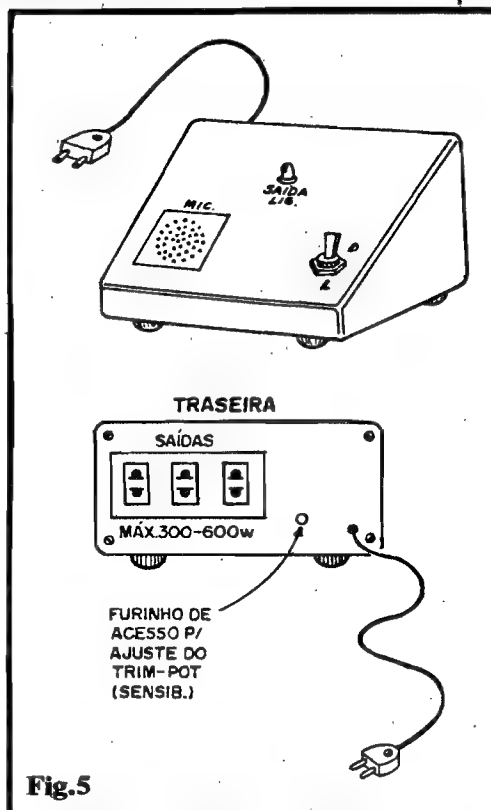

Fig.5
- **FIG. 5 - ACABAMENTO DA MAU** - Embora não obviamente obrigatório, o "jeitão" que sugerimos na figura, para o encaixamento e acabamento da MAU nos parece um dos mais elegantes e práticos... Um container plástico, resistente, é recomendado por razões de isolamento... Na sua parte frontal podem ficar a cápsula de microfone, o LED monitor e a chave geral "liga-desliga"... Na traseira instala-se a barra de três tomadas C.A. de saída, o ilhós para passagem do "rabicho" e, eventualmente, faz-se um furinho estrategicamente posicionado para acessar facilmente o knob do potenciômetro de ajuste de sensibi-